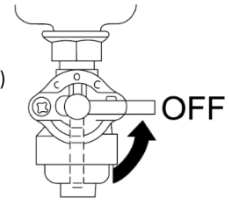

Fig. 14
**- Arresto normale (Fig. 14)**
3. Ruotare la leva del rubinetto del carburante in posizione "OFF". (Fig. 14)